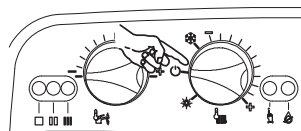

Рис. 7
- 1 Подключите котел к сети электропитания при помощи двухполюсного выключателя и поверните регулятор "зима/лето" на панели управления в положение или **OFF**, как изображено на Рис. 7.